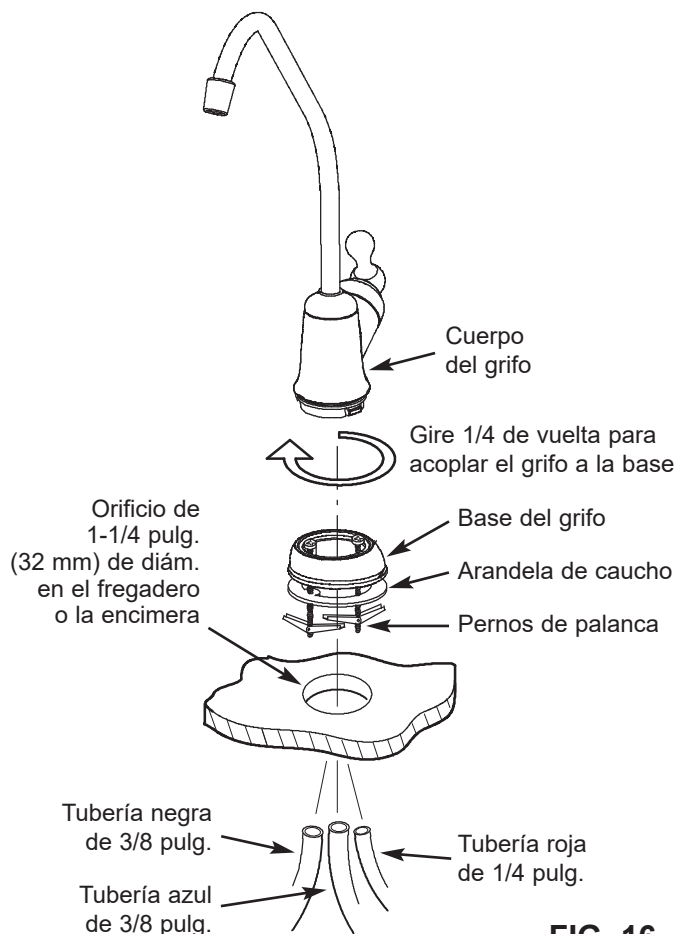

FIG. 16
1. Ubique y organice las piezas para instalar el grifo de ósmosis inversa. Vea la Fig. 16.